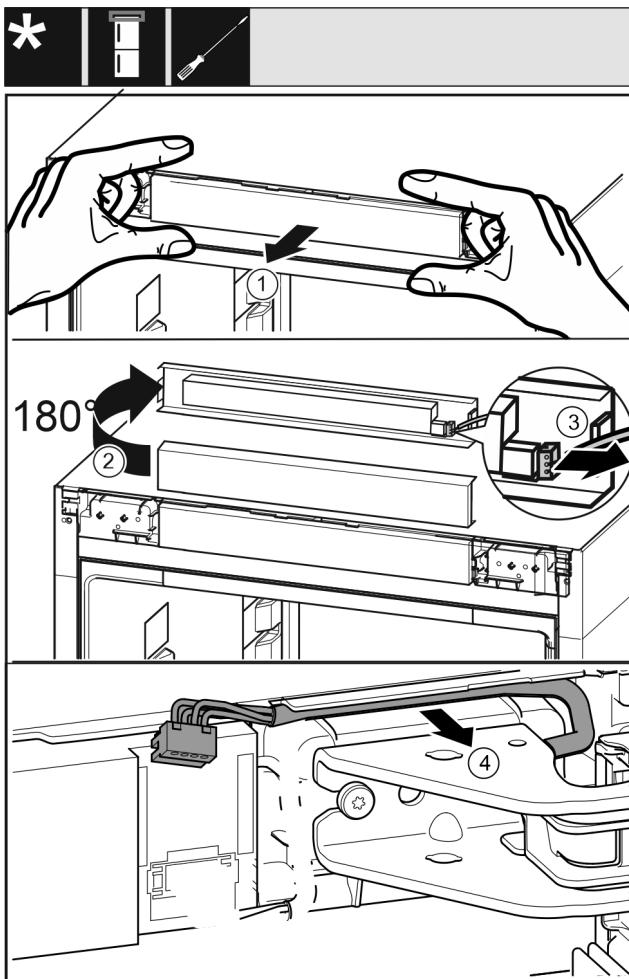

Fig. 20
- ▶ 小心地向前松开控制面板 Fig. 20 (1)。
- ▶ 将控制面板 Fig. 20 (2)向上旋转 180°。
- ▶ 向后按住止动凸缘 Fig. 20 (3)，并小心地拉出插头。
- ▶ 将托架上方电缆 Fig. 20 (4)小心地从导向装置上松开。